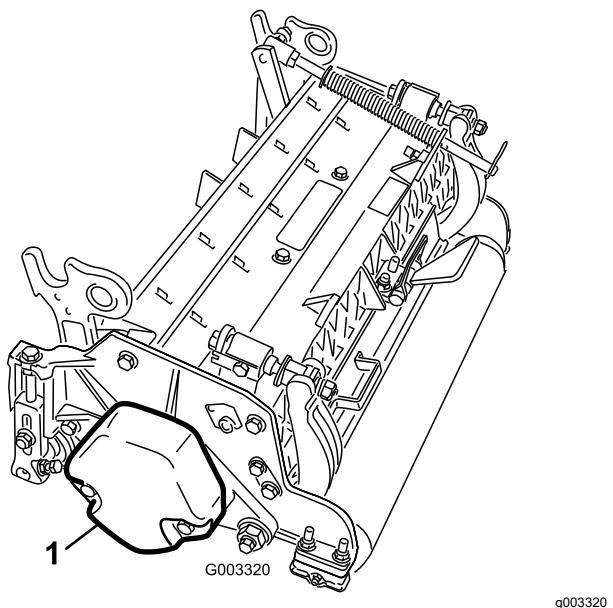

图9
5. 按照滚刀组图9操作员手册的描述确保将配重块安装到滚刀组正确的一端上。